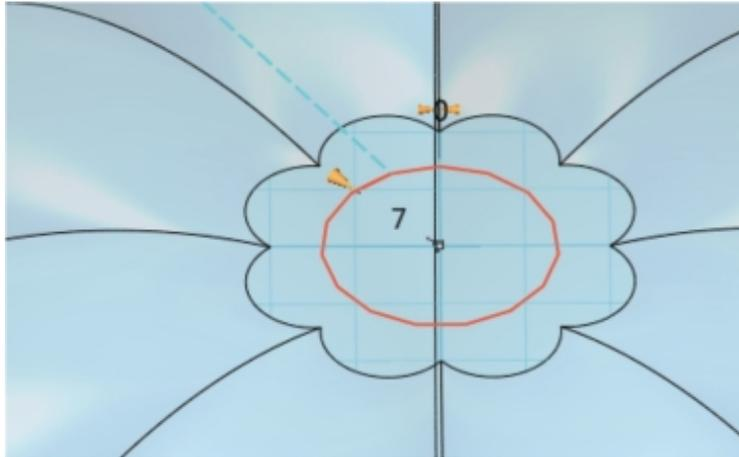

图7-3-16 瓜蒂轮廓
⑦绘制瓜蒂轮廓。以南瓜顶部表面为基准面，在其中心绘制一个正十五边形。正多边形中心为基准面圆心。绘制完成后单击“完成”键，效果如图7-3-16所示。